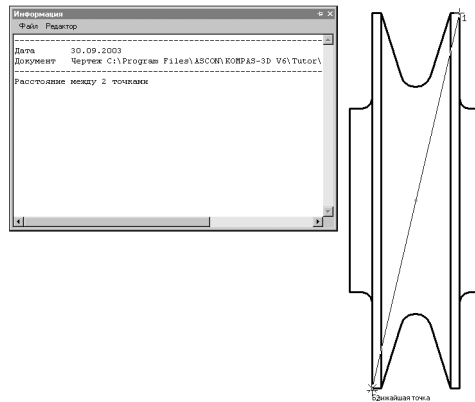

Рис. 53.37. Указание базовой точки
- 2.5. После этого укажите мышью две диагональные точки на внешнем диаметре *Ролика*, как это показано на рис. 53.37.